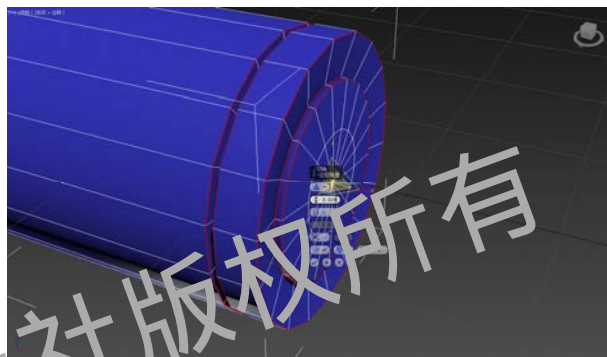

图 3-1-16 切角
STEP 16 右击，在弹出的快捷菜单中单击【切角】命令左侧的按钮，设置【切角-边切角量】为【0.019】，单击【确定】按钮，如图 3-1-16 所示。